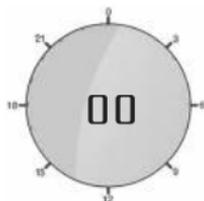

Рисунок 10. Начальная индикация в режиме программирования таймера
Нажмите клавишу меню (4) для возврата в режим программирования таймера, на дисплее появится индикация «00» (рис. 10).